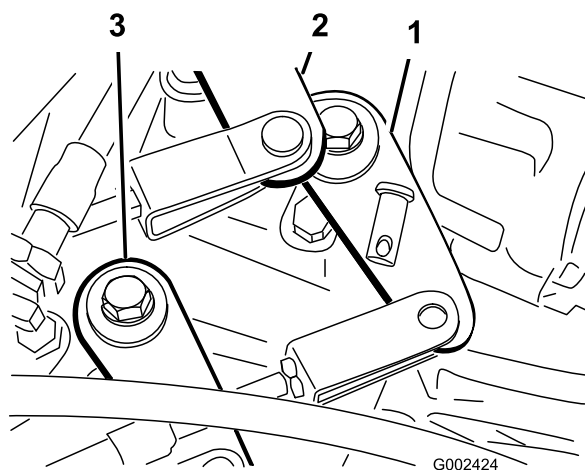

Figura 50
2. Retire los pasadores de horquilla que fijan los cables del cambio de marchas a los brazos de cambio del transeje (Figura 50).